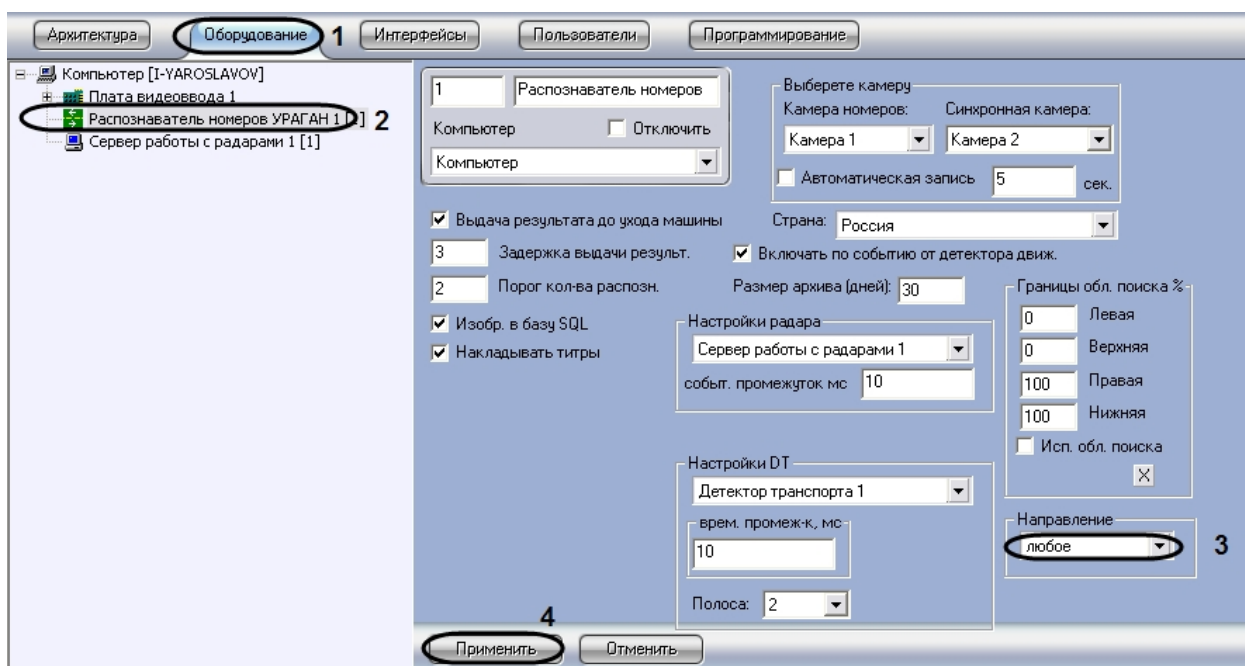

Рис. 39. Выбор направления движения транспорта для распознавания номерных знаков
«Оборудование» отобразится панель настройки выбранного объекта (см. Рис. 39).
2. Установить флажок «Version 5+ Video Packet». Флажок «Version 5+ Video Packet» предназначен для осуществления работоспособности программного комплекса Rossi «Поток» версии 5.8.2 совместно с программным модулем «Поток» (см. Рис. 39).